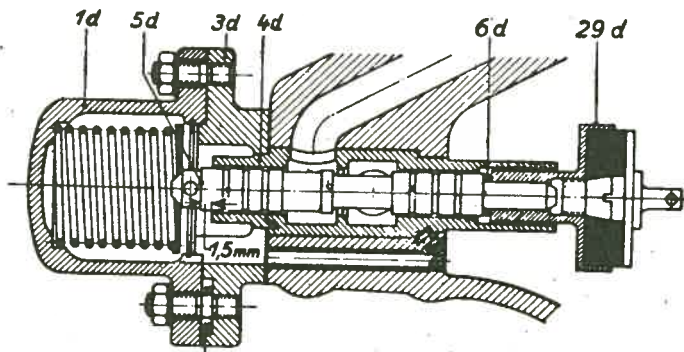
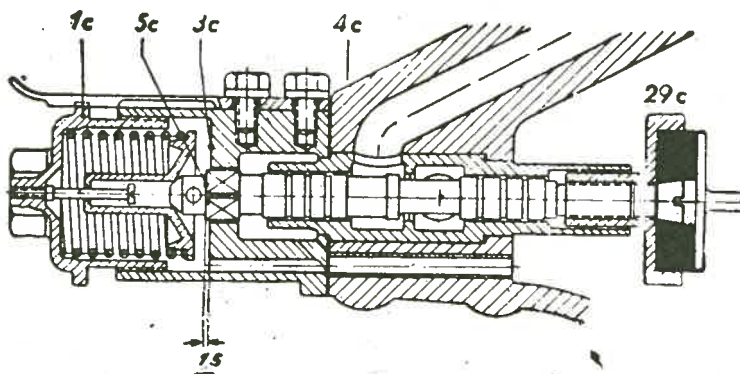

Fig. 1. Type K.
Fig. 2. Type V.
Glideren - fig. 1 pos. 5d, fig. 2 pos. ~~5a~~^{5c} - trækkes ud af gliderhuset efter, at dækslet i turbineenden er fjernet, og afgnides med en blød, tør klud, hvorefter den igen anbringes i gliderhuset.
NB. Turbiner med V-glider - fig. 2. Glideren skal trækkes lige ud og sættes lige ind i gliderhuset og må under bevægelsen ikke drejes, da man derved ændrer indstillingen, d.v.s. turbinens omdrejningstal, se afsnit 2 a.
I turbiner med K-glider - fig. 1., som efterhånden vil blive indført på alle AEG-turbiner, skal glideren efter rensningen "lejnes op" med ligeså mange skiver - 6d, som der fandtes inden rensningen.
a. Turbiner med V-gliders. Fig.2.
Når turbinen står stille, skal kanten af reguleringsventilens glider stå 1,5 mm frem foran bøsningen 3c (fig.2). Står den for meget frem, åbnes for meget for dampen, og maskinen løber løbsk. Står den for langt tilbage, åbner ventilen ikke nok, og maskinen løber for langsomt. At glideren står rigtigt, kan ses af, at gliderens styrekant lige netop lukker for dampen, når den udvendige, synlige rand af glideren flugter med bøsningens flade 3c.
b. Turbiner med K-gliders. Fig.1.
Ved turbiner med denne glidertype kompenseres sliddet på kulskiven, som bevirker, at glideren går længere tilbage, ved, at man indlægger særligt dertil bestemte skiver mellem kulskiveholder og glider. Der må hertil kun anvendes de skiver, der findes anbragt om den ene bolt til fastspænding af endedækslet, se fig.1.